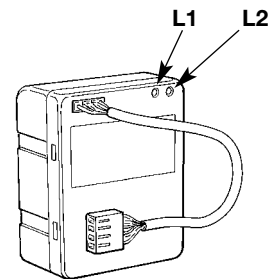

Fig. 1
- Controle que el led "L2" (Fig. 1) esté encendido, indicando que la batería está suministrando energía a la instalación. Controle que los leds de la central indiquen que la misma central está funcionando correctamente.
- Conecte el automatismo a la tensión de red y controle que el led "L1" (Fig. 1) esté encendido, indicando que la batería se está cargando correctamente.
- Desconecte el automatismo de la tensión de red; controle que el led "L2" (Fig. 1) esté encendido y realice por lo menos una maniobra de apertura y cierre del automatismo para comprobar que todo funciona correctamente también con el funcionamiento con batería.